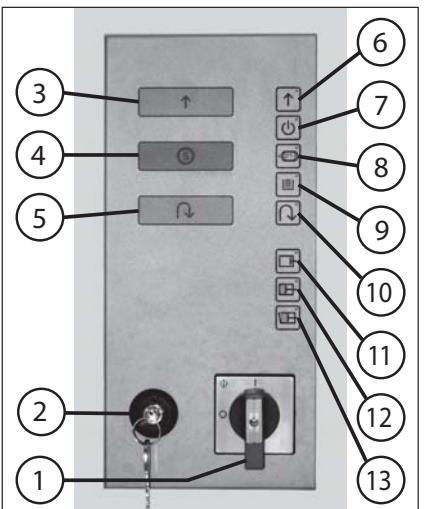

fig. 6
UTILISATION DU DESTRUCTEUR DE DOCUMENTS**UTILISATION DU DESTRUCTEUR DE DOCUMENTS** (fig. 6):
2. Déverrouiller le commutateur de verrouillage (2) et appuyer sur le pousoir « Avance mécanisme de coupe » (3) (fig. 6).
ATTENTION**DESTRUCTEUR DE DOCUMENTS** (fig. 6):
ÉLÉMENTS DE COMMANDE (fig. 6, 7 et 8):
- 1 = Interrupteur général (arrêt d'urgence) (fig. 6)
- 2 = Commutateur de verrouillage (fig. 6)
« Avance mécanisme de coupe » (fig. 6)